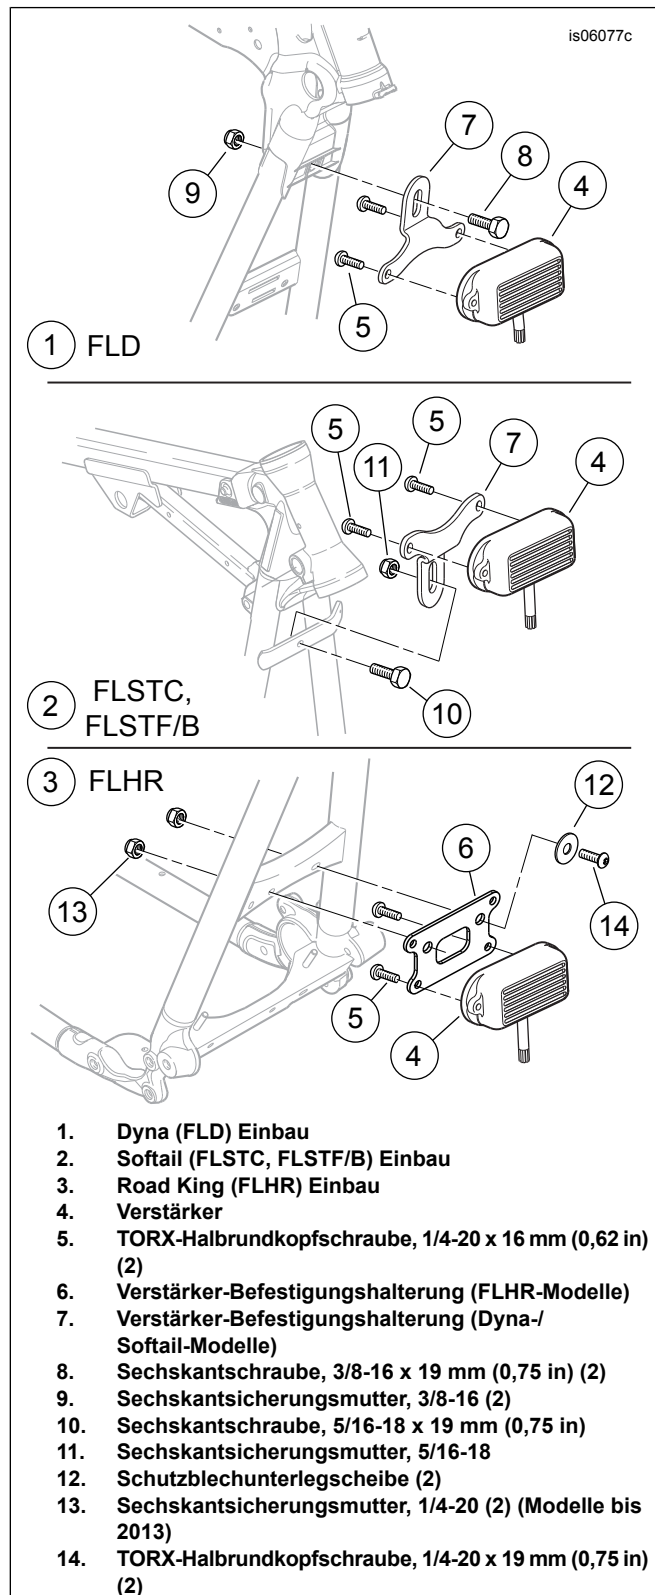

Abbildung 1. Einbau des Verstärkers und der Halterung
2. Siehe Abbildung 1. Den Verstärker (4, Teil der Kabelbaum-Baugruppe) mit den Schrauben (5) an der Halterung befestigen und auf ein Drehmoment von 7,4 N·m (65 in-lbs) anziehen.
- **Für Dyna-Modelle:** Eine Schraube (11) und eine Sicherungsmutter (12) aus dem Satz auswählen.
- **Für Softail-Modelle:** Eine Schraube (13) und eine Sicherungsmutter (14) aus dem Satz auswählen.
- **Für Road King-Modelle:** Zwei Schrauben (17), zwei Unterlegscheiben (15) und zwei Sicherungsmuttern (16) aus dem Satz auswählen.
4. Siehe Abbildung 1. Den Verstärker und die Halterung zwischen den vorderen Rahmenrohren wie dargestellt am Rahmenquerträger befestigen.